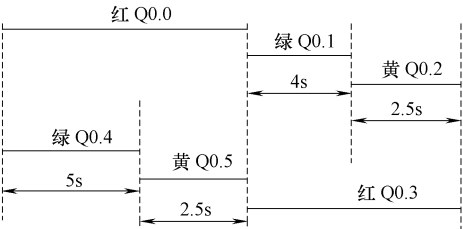
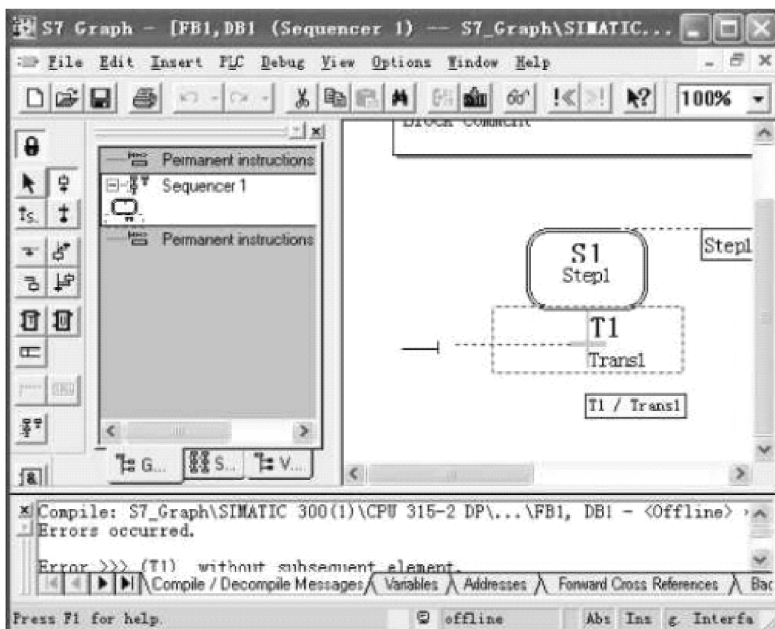

图 6-4 红绿灯动作时序图
图 6-7 插入“步”
在本节中，我们以红绿灯动作控制为例，介绍 S7 Graph 的功能，如图 6-4 所示为红绿灯动作控制示意图。
3) 在块目录里可以看到刚插入的功能块（本例是 FB1），双击 FB1 的图标打开 FB1 的编程界面，自动创建了第 1 “步”（S1）和第 1 个“转移”（Trans1），如图 6-7 所示。
1) 再回来分析图 6-4 所示的红绿灯时序动作，可以使用 4 个“步”来完成控制。在 FB1 里增加“步”，方法是使用鼠标单击“Trans1”附近（虚线框大小的范围），然后单击“”符号，即可以在指定地方插入一个“步”和一个“转移”，如图 6-7 所示。
- 2) 现在开始调试程序。接通 M0.5 关闭 FB1 的顺序器，使所有的“步”都变为不活动的“步”，再接通 M1.0 准备自动连续执行（M1.4 自动灯亮起来了），断开 M0.5 接通 M0.6 激活 FB1 的顺序器，可以看到交通灯按照图 6-4 所示的时序图亮起来了。
选上控制顺序器界面“Automatic”前面的复选框，表示选择自动调试模式，同时确认被挂起的所有错误。这时可以看到交通灯按照图 6-4 所示的时序图亮起来了。